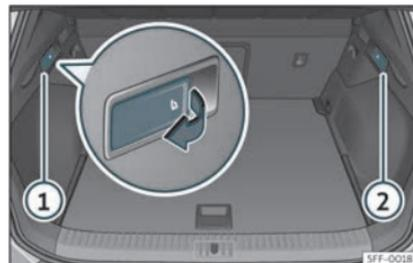

Fig. 107 Dans le coffre à bagages : Leviers de déverrouillage du dossier arrière.
- Tirez le levier de déverrouillage à distance de la partie gauche»» **fig. 107** ① ou droite ② du dossier dans le sens de la flèche. La partie débloquée du dossier arrière se rabat automatiquement vers l'avant.